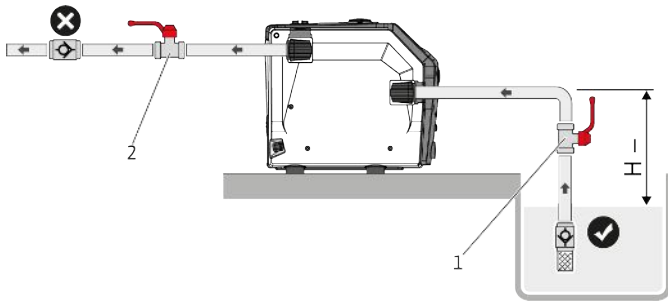
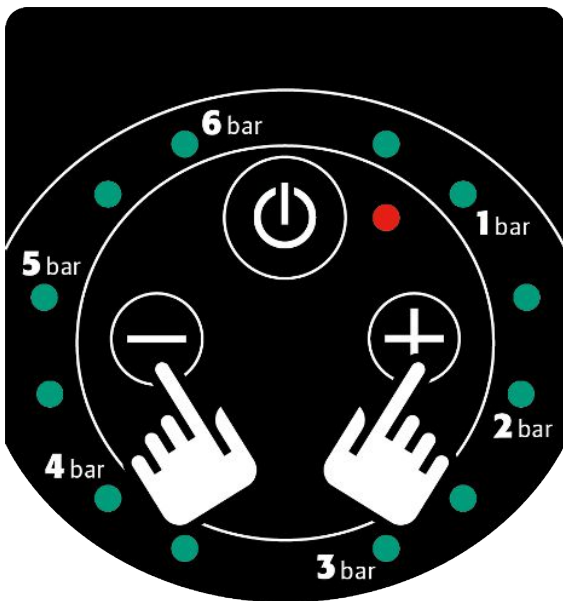

Fig. 8: Sugläge
Fig. 11: Manöverknapp + och -
1. Om produkten är installerad i lastdrift (Fig. 8) trycker du 1 gång på manöverknappen Av/På (Fig. 11).
2. Tryck på manöverknappen "Av/På" på kontrollpanelen (Fig. 11).